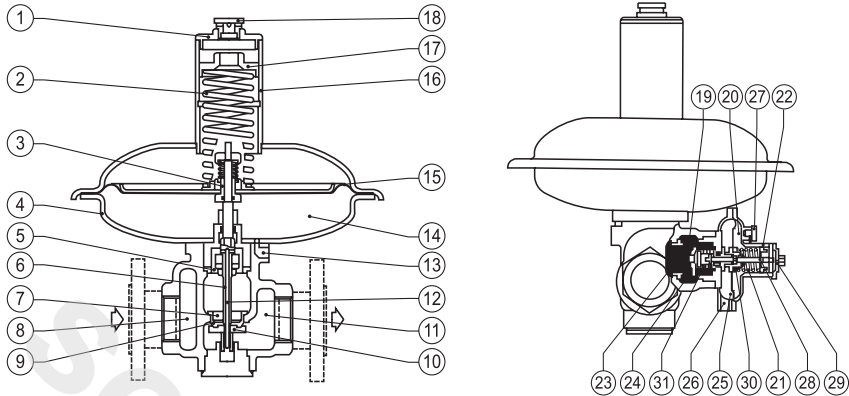

Рис. 3 Регулятор давления RB 1800 DN 1 1/2"
8.4 Монтажная схема регулятора (см. рис. 3) должна обеспечивать возможность удобного доступа к регулятору. Высота установки регулятора должна быть не более 2 м. При установке регулятора на высоте более 2 м. Предусмотреть площадку для обслуживания. На газопроводе перед и за регулятором должна предусматриваться установка газовых кранов.
8.6 Необходимо соблюдать указанные на рис. 3 прямые участки до и после места подключения импульсных линий регулятора.
9.1.2 Для пуска регулятора необходимо (см. рис. 3):
5) Закрутите крышку (1) на прежнее место (см. рис. 4Г) и приоткройте кран (10) (см. рис. 3).